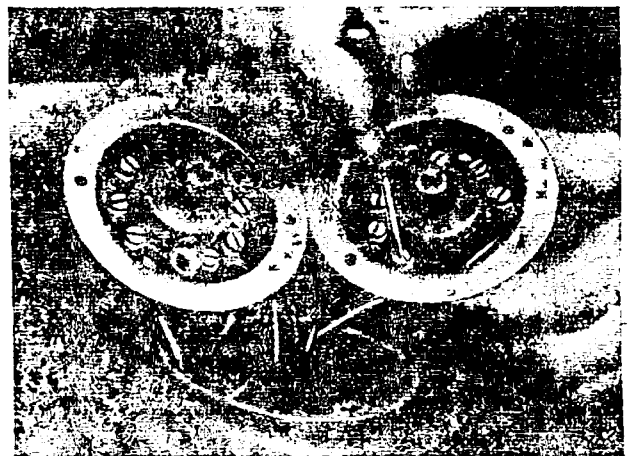

Bild 231. Beim Ersetzen eines NZ-Zündlichtschalters werden, um Verwechslungen zu vermeiden, vorteilhaft die einzelnen Leitungen naheinander umgeklemmt
4. Zuleitungen vom alten Schalter ab- und einzeln (um Verwechslungen zu vermeiden) an die Anschlußklemmen des neuen Schalters anklemmen (siehe Bild 231).